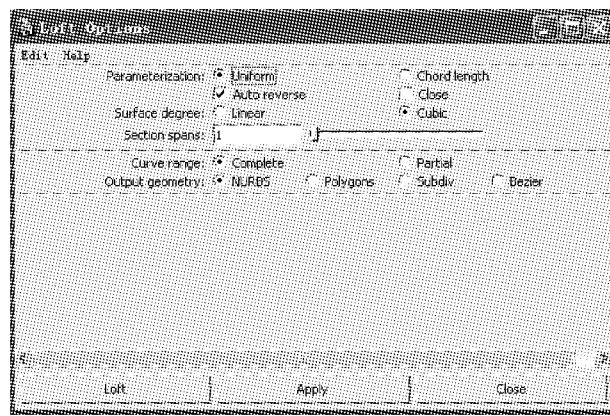

图 3-20 放样参数设置
(3) 在弹出的 Loft Options 对话框中,设置放样参数,如图 3-20 所示。